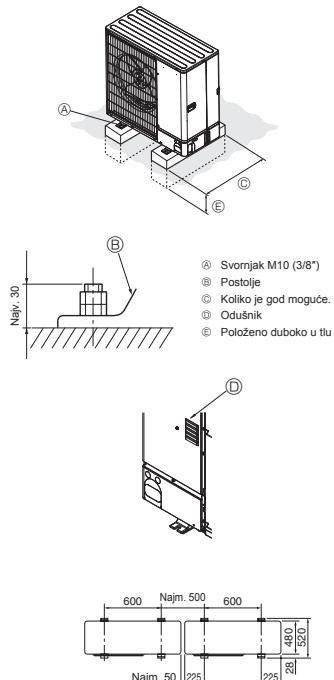

Fig. 3-1
- Svakako postavite jedinicu na čvrstoj i ravnoj površini radi sprječavanja zvečajnog zvuka tijekom rada. (Fig. 3-1)